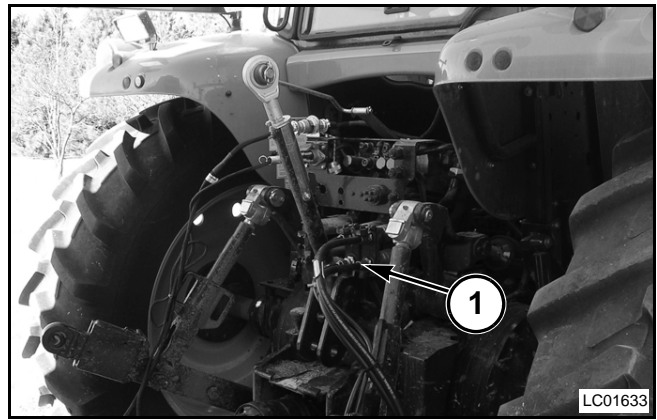

FIG. 11
FIG. 11: Las enfardadoras sin sistema hidráulico incorporado utilizan el sistema hidráulico del tractor (1) para impulsar las funciones hidráulicas de la enfardadora.